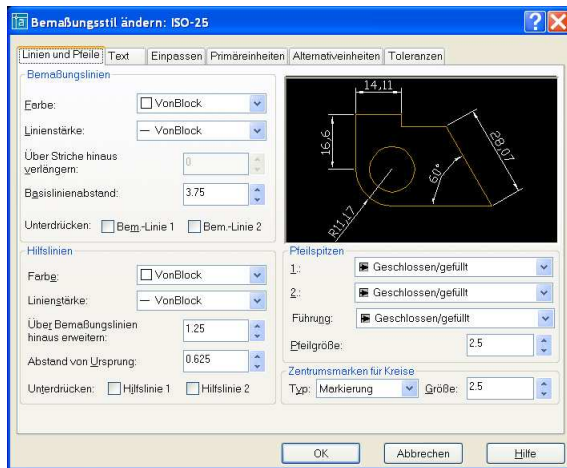
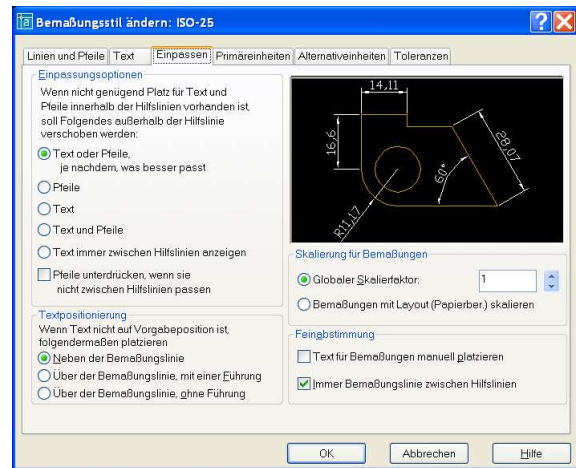
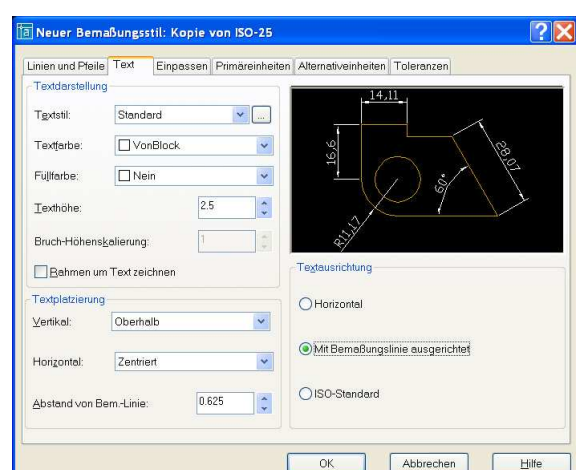

Abb. 3.14 Fenster Linien und Pfeile
Abb. 3.15 Fenster Einpassen
Abb. 3.17 Fenster Bemaßungstext
Die Größenangaben im Bemaßungsstil (Texthöhe (siehe **Abb. 3.17**), Längen der Hilfslinien, Größe der Symbole für Maßpunkte (siehe **Abb. 3.14**) usw.) werden mit dem globalen Skalierfaktor (**Bemaßung/Stil/Einpassen**, (siehe **Abb. 3.15**)) multipliziert. Die so erhaltenen Größen beziehen sich auf die eingestellten Limiten.
1. Das Ändern der Texthöhe ist im Eigenschaftsfenster möglich. Ebenfalls kann **Bemaßung/Text** verwendet werden. (siehe **Abb. 3.17**).
In **Format/Bemaßungsstil/Ändern/Linien und Pfeile** (siehe Abb. 3.14) Hilfslinien 1 und 2 ausschalten, Bemaßungspfeil benutzerdefiniert wählen und das erstellte Symbol verwenden,
Format/Bemaßungsstil/Ändern/Einpassen (siehe **Abb. 3.15**)